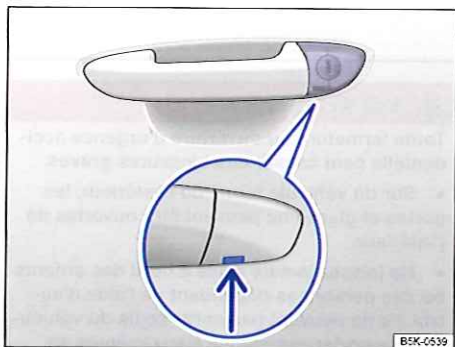

Fig. 227 Poignée de porte du conducteur : barillet masqué.
- Insérez le panneton par le bas dans l'ouverture du cache de la poignée de porte du conducteur \Rightarrow fig. 227 (flèche) puis retirez le cache en le soulevant par le bas. Tirez en même temps sur la poignée de porte.